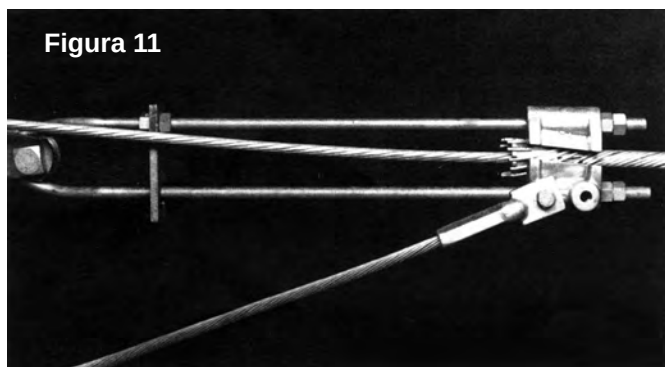

Figura 11
3.05 Aplique o segundo conjunto de porcas no Grampo "V". Use uma chave apropriada para apertar as porcas umas contra as outras (Figura 11).